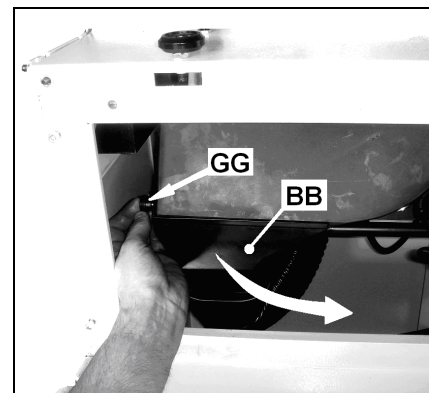

Рисунок 23
Выкрутите фиксирующую рукоятку (GG, рис. 23) и опустите патрубок отвода пыли (BB).